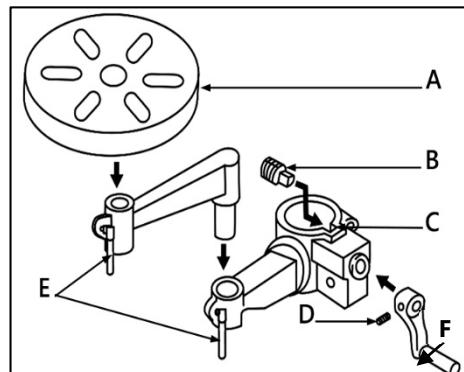
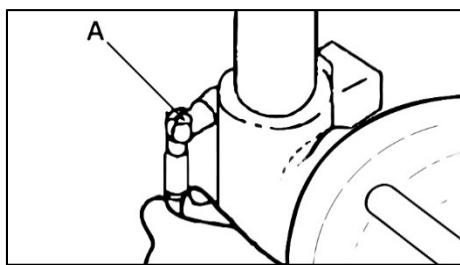

Рисунок 4.
Рисунок 5.
Вставьте вал (B) червячной передачи (рис. 4) в паз (C) крон-штейна стола до упора. Рукоятка (F) перемещения стола должна быть установлена на валу (B). Наденьте рукоятку (F) на вал (B) и закрепите ее с помощью установочного винта (D).
Для сборки рабочего стола, ослабьте рукоятки фиксации (E) и соедините детали согласно рис. 4. Затяните рукоятки.
Установите рукоятку фиксации рабочего стола (A) (рис. 5). Для перемещения стола – ослабьте рукоятку и вращайте подъемный вал червячной передачи по часовой стрелке, при помощи рукоятки перемещения стола. После настройки затяните рукоятку.
Для перемещения стола вверх – ослабьте рукоятку фиксации (A) и вращайте рукоятку (F) (рис. 4) по часовой стрелке, для перемещения стола вниз вращайте рукоятку против часовой стрелки. После установки нужного положения затяните рукоятку-фиксатор (A) (рис. 5).